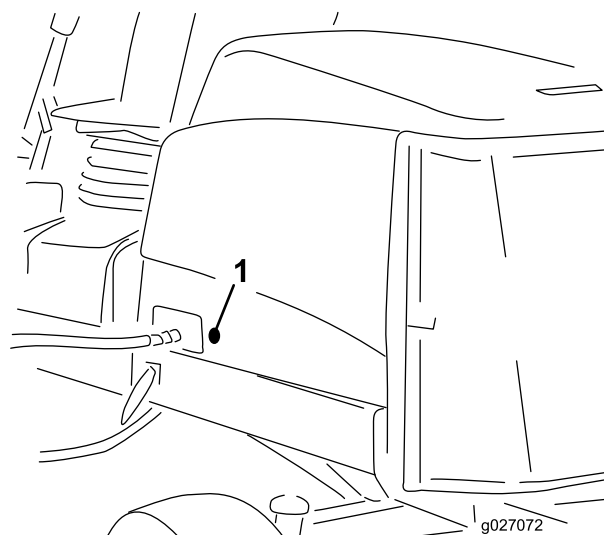

Рисунок 35
2. Извлеките резиновую втулку из отверстия с левой стороны капота (Рисунок 35).